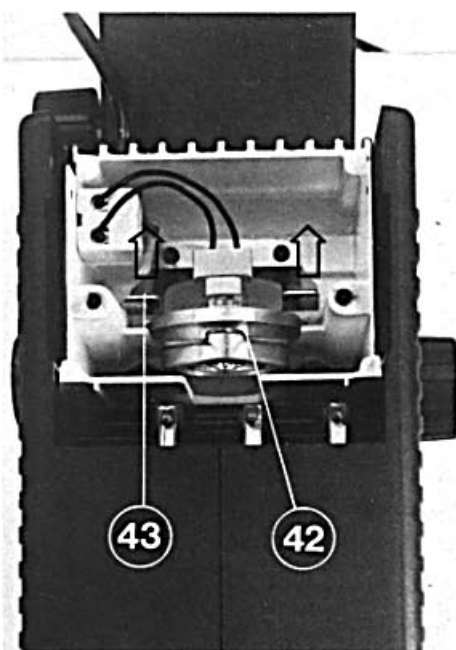

Bild 16
Nun ziehen Sie die Andruckfeder mit zwei Fingern zurück und heben die Beleuchtungseinheit an der Haltefeder (42) nach oben heraus (Bild 16).